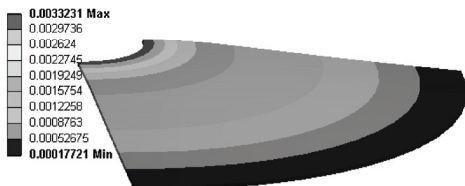

图 14-22 8.e-004s 变形云图
12) 重复步骤 2) ~4), 设置 Time 为 8.e-004s, 如表 14-1 所示, 求解变形云图, 得到图形如图 14-22 所示。